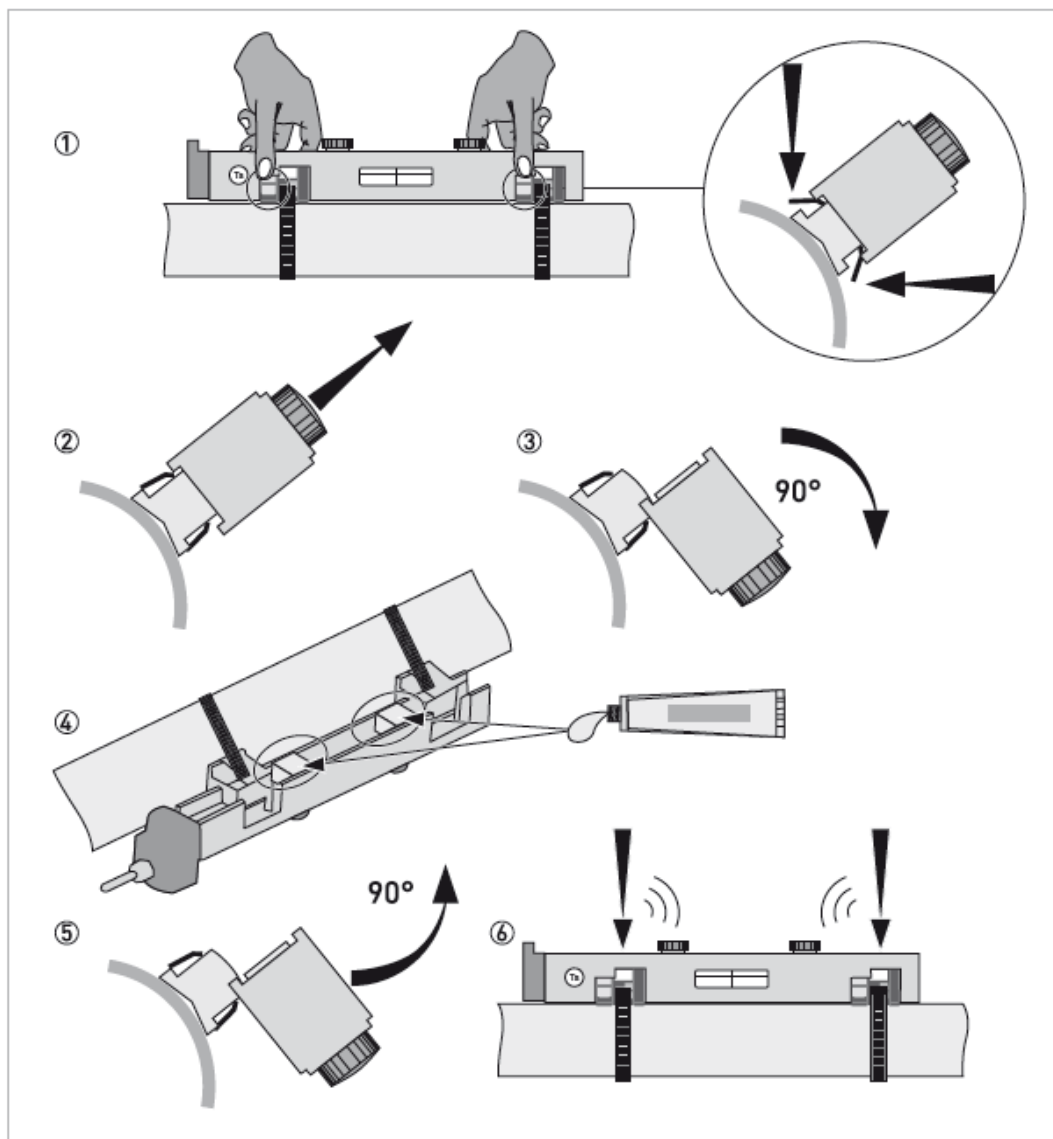

図 6.6
1) センサにセンサグリースを塗布します。(図6.6)
①のクリップを押して、センサレールを②の方向に引張り、③のように横にします。
④のようにセンサ表面にセンサグリースを塗布し、⑤、⑥の順にセンサレールを戻します。